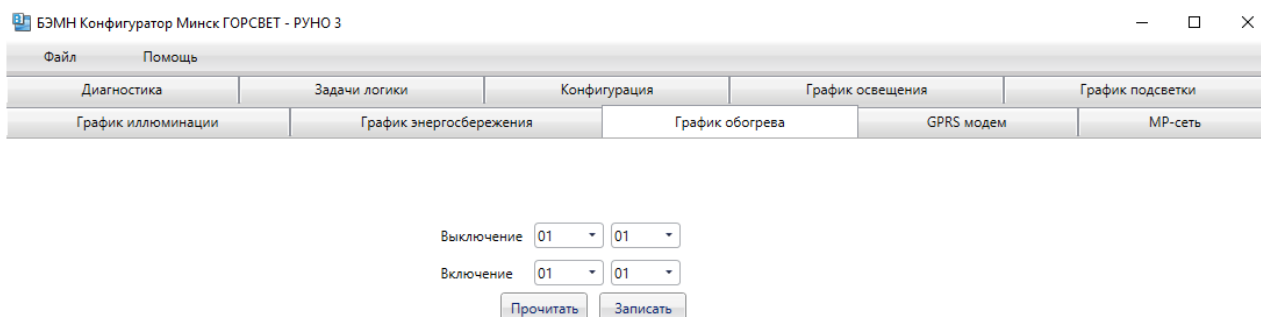

Рисунок 5.12 - Окно «График обогрева» в БЭМН конфигураторе РУНО 3
5.6 В вкладке «ГРАФИК ОБОГРЕВА» имеется возможность задать промежуток времени, на котором будет включен обогрев (число/месяц). Включение/выключение нагрузки (обогрева) происходит в 00:00 числа, записанного по графику (рисунок 5.12).